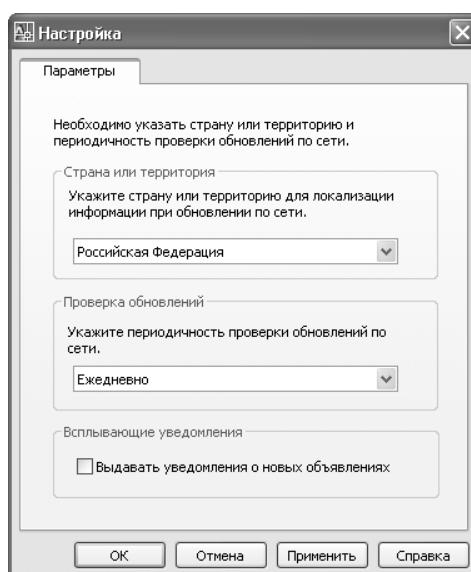

Рис. 1.9 ▼ Диалоговое окно **Настройка** (Configurations Settings)
7. На единственной вкладке **Параметры** (Settings) появившегося диалогового окна **Настройка** (Configurations Settings) выберите в списке **Страна или территория** (Country/Region) регион вашего проживания, в списке **Проверка обновлений** (Check for New Content) – элемент **По запросу** (On Demand) и сбросьте единственный флажок в группе **Всплывающие уведомления** (Balloon Notification) (рис. 1.9), а затем щелкните на кнопке **OK**.